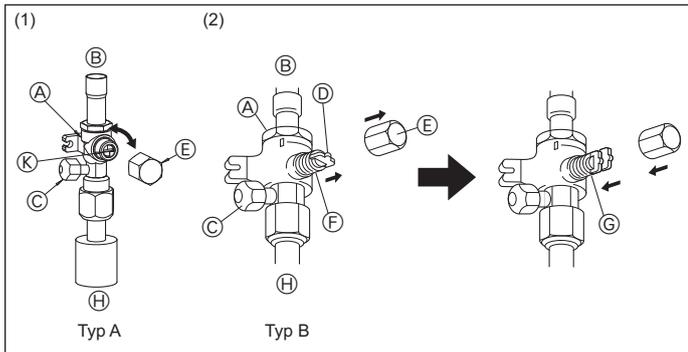
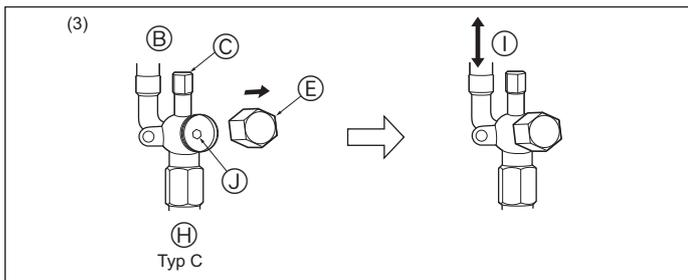

Fig. 5-9
Fig. 5-10
(1) Typ A (Fig. 5-9)
- ① Entfernen Sie die Kappe, führen Sie mit einem Schlitzschraubendreher eine Vierteldrehung gegen den Uhrzeigersinn aus, um es vollständig zu öffnen.
- ② Prüfen Sie, ob die Absperrventile vollständig geöffnet sind, und setzen Sie dann die Kappe wieder auf und schrauben sie fest.
(2) Typ B (Fig. 5-9)
- ① Die Kappe entfernen, den Handgriff nach vorne ziehen, und zum Öffnen um 1/4 Umdrehung gegen den Uhrzeigersinn drehen.
- ② Sicherstellen, dass das Absperrventil vollständig offen ist, den Handgriff eindrücken, und die Kappe zurück in die Ausgangsstellung drehen.
(3) Typ C (Fig. 5-10)
- ① Entfernen Sie die Kappe und drehen Sie die Ventilstange mit einem 4 mm-Sechskant-Schlüssel bis zum Anschlag gegen den Uhrzeigersinn. Hören Sie auf zu drehen, wenn der Anschlag erreicht ist.
- ② Sicherstellen, dass das Absperrventil vollständig offen ist, und die Kappe zurück in die Ausgangsstellung drehen.